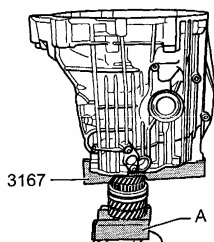

图 12-83 夹紧主动轴
(1) 把主动轴连同保护蹄片 A 夹紧到虎钳中，如图 12-83 所示。